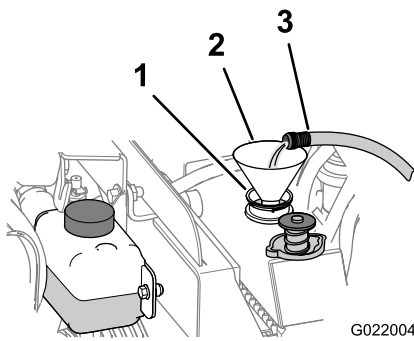

Bild 142
- B. Füllen Sie den Kühler mit sauberem Wasser (Bild 142).